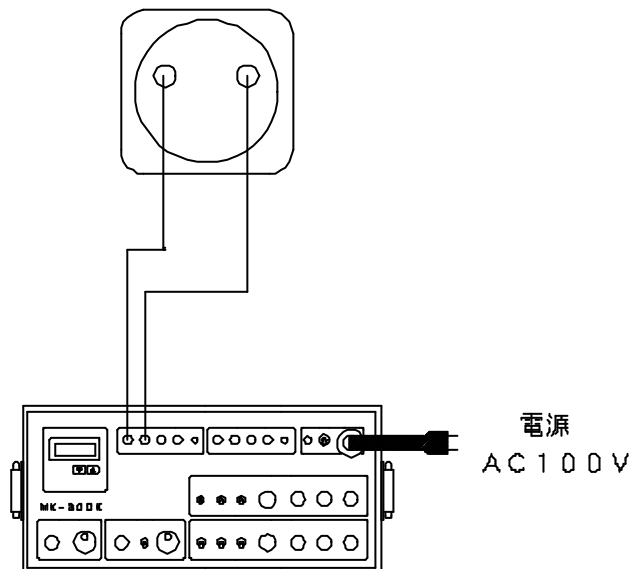

図1 : 電圧計の校正接続図
- 2) 試験回路を構成します。(図1, 2, 3, 4, 5, 6, 7, 8参照)
- 2) 図1を参考に本装置と計器を接続して下さい。